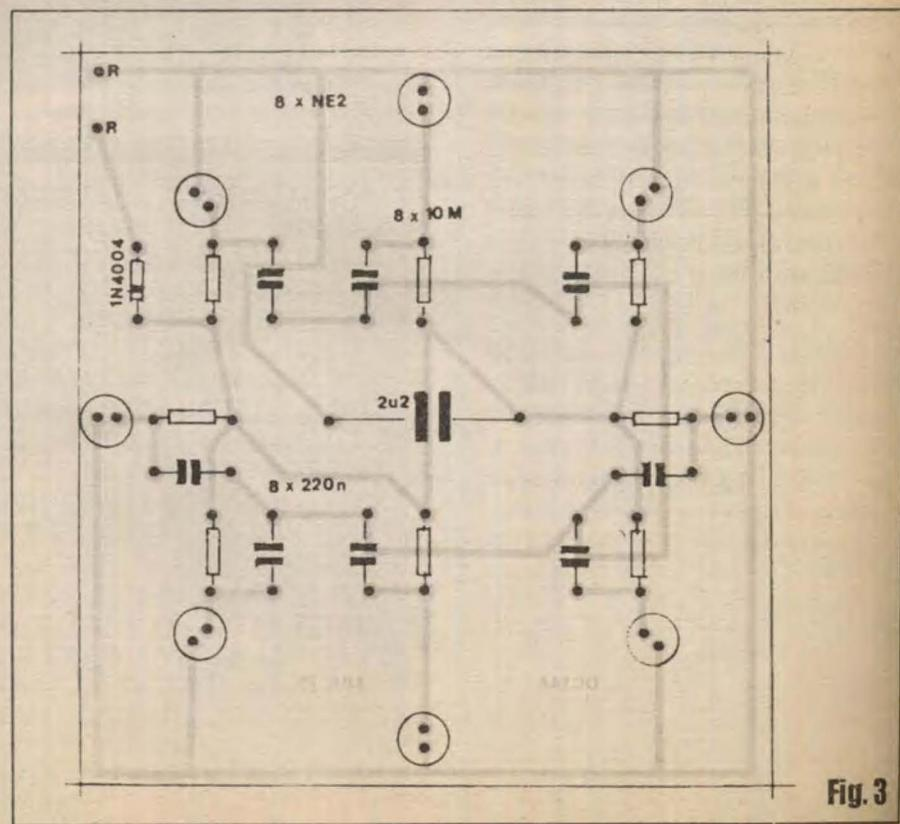

Fig. 3
- FIG. 3 - CHAPEADO DA MONTAGEM - O lado não cobreado da placa (onde repousam os *corpos* dos componentes...) enfatiza a simetria geométrica do circuito e do seu *lay out* físico final... Os 8 *circulinhos* estilizados a espaçamentos regulares ao longo do *circulão* (ou octógono) representam as lâmpadinhas de Neon, que *não* são polarizadas (seus terminais podem ser indiferentemente ligados *daqui pra lá* ou *de lá pra cá*...). Para que as ditas cujas sobressaíam com relação aos demais componentes, convém deixar seus terminais *inteiros*, usando seus comprimentos naturais para determinar o espaçamento entre os bulbos e a superfície da placa (quanto mais *altas* as lâmpadas ficarem, com relação ao impresso e demais componentes, melhor...). O único componente polarizado do circuito (e que tem orientação única e certa para colocação na placa e ligação dos seus terminais...) é o diodo 1N4004, devendo o componente ficar com sua extremidade marcada por um anel ou faixa *exatamente* na posição mostrada... O capacitorzão (2u2) fica praticamente no centro da placa e do grande círculo/octógono... As demais peças (8 resistores iguais, de 10M cada, e 8 capacitores também iguais, de 220n